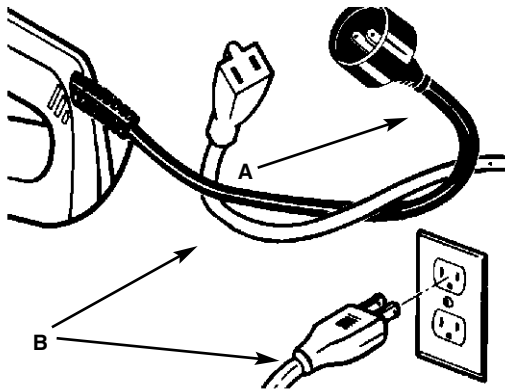

Fig.12
3. Insérer le câble (A) dans un prolongateur (B) aux dimensions adéquates (voir Figure 11). Brancher prolongateur dans une prise électrique de 110/120 c.a. volts et de 15 ampères (Figure 12).